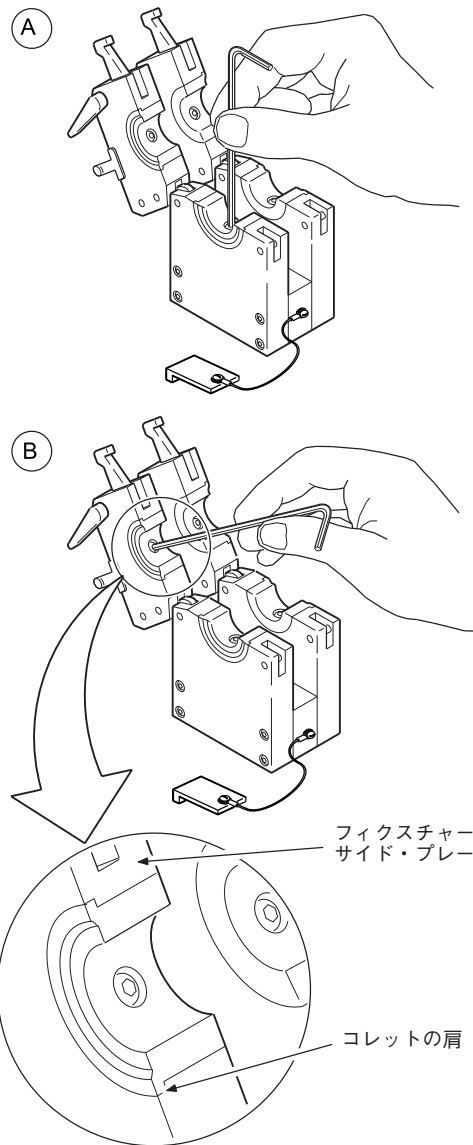

図 13：コレットを取り付ける
2. 上部および下部サイド・プレートの両方にコレットを取り付け、コレット止めネジを締め付けます。コレットの肩とフィクチャー・サイド・プレートに段差がないことを確認します。図 13 (B) をご参照ください。